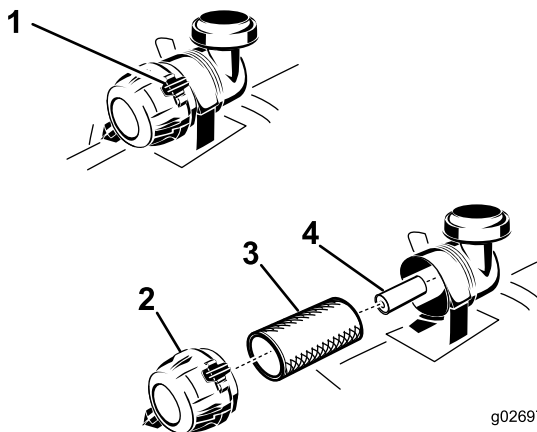

図 35
3. エアクリーナのリテーナクランプを押し下げて外し、エアクリーナのボディーからカバーを引き抜く 図 35。
5. 次フィルタをゆっくり引き抜くようにしてエアクリーナのボディーから外す 図 35。
2. 二次フィルタを交換する場合には、十分に注意しながら、フィルタのボディに挿入する 図 35。
3. 一次フィルタをゆっくり押し込むようにして二次フィルタの上から取り付ける 図 35。
5. エアクリーナカバーを取りつけるブリーザキャップが下向きになるように、リテーナクランプがカバーに適切にはまるように取り付ける 図 35。